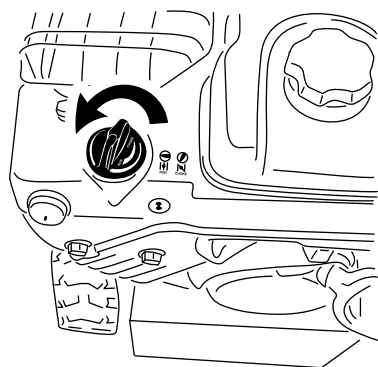

Рисунок 28
5. Поверните заслонку в положение Choke (Заслонка) (Рисунок 28).